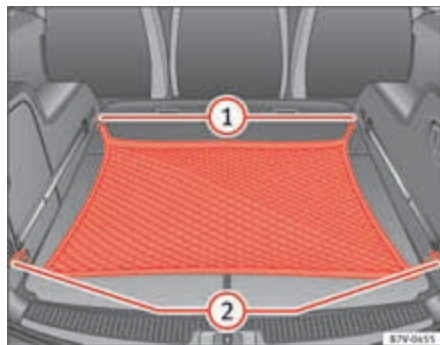

Fig. 100 En el maletero:
- Enganche la red para equipaje en las argollas de amarre ⇒ fig. 100 ① y ②.
- Desenganche los ganchos de la red para equipaje de las argollas de amarre ⇒ fig. 100 ① con cuidado.
- Desenganche los ganchos de la red para equipaje de las argollas de amarre ⇒ fig. 100 ② con cuidado.